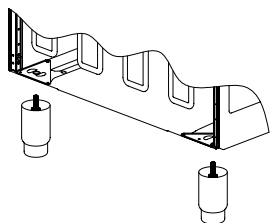
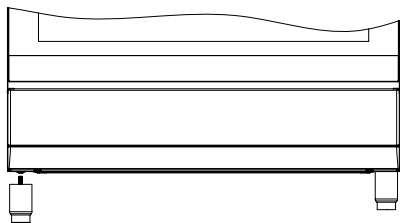

Abbildung 1
Abbildung 2
1. Die Fußbefestigungslatten werden von der Unterseite des Backofens aus am Backofen angebracht (Abbildung 1), wobei die Muttern auf diesen Latten zentriert werden, um die Füße anzuschrauben. Schließen Sie die Installation der Füße ab, indem Sie die Füße mit den Muttern verschrauben (Abbildung 2).